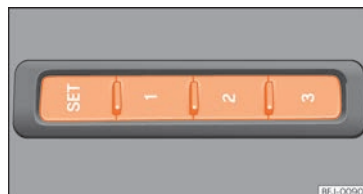

Fig. 119 En el lateral exterior del asiento del conductor: teclas de memoria.
- Pulse la tecla **SET** durante más de 1 segundo »» fig. 119.